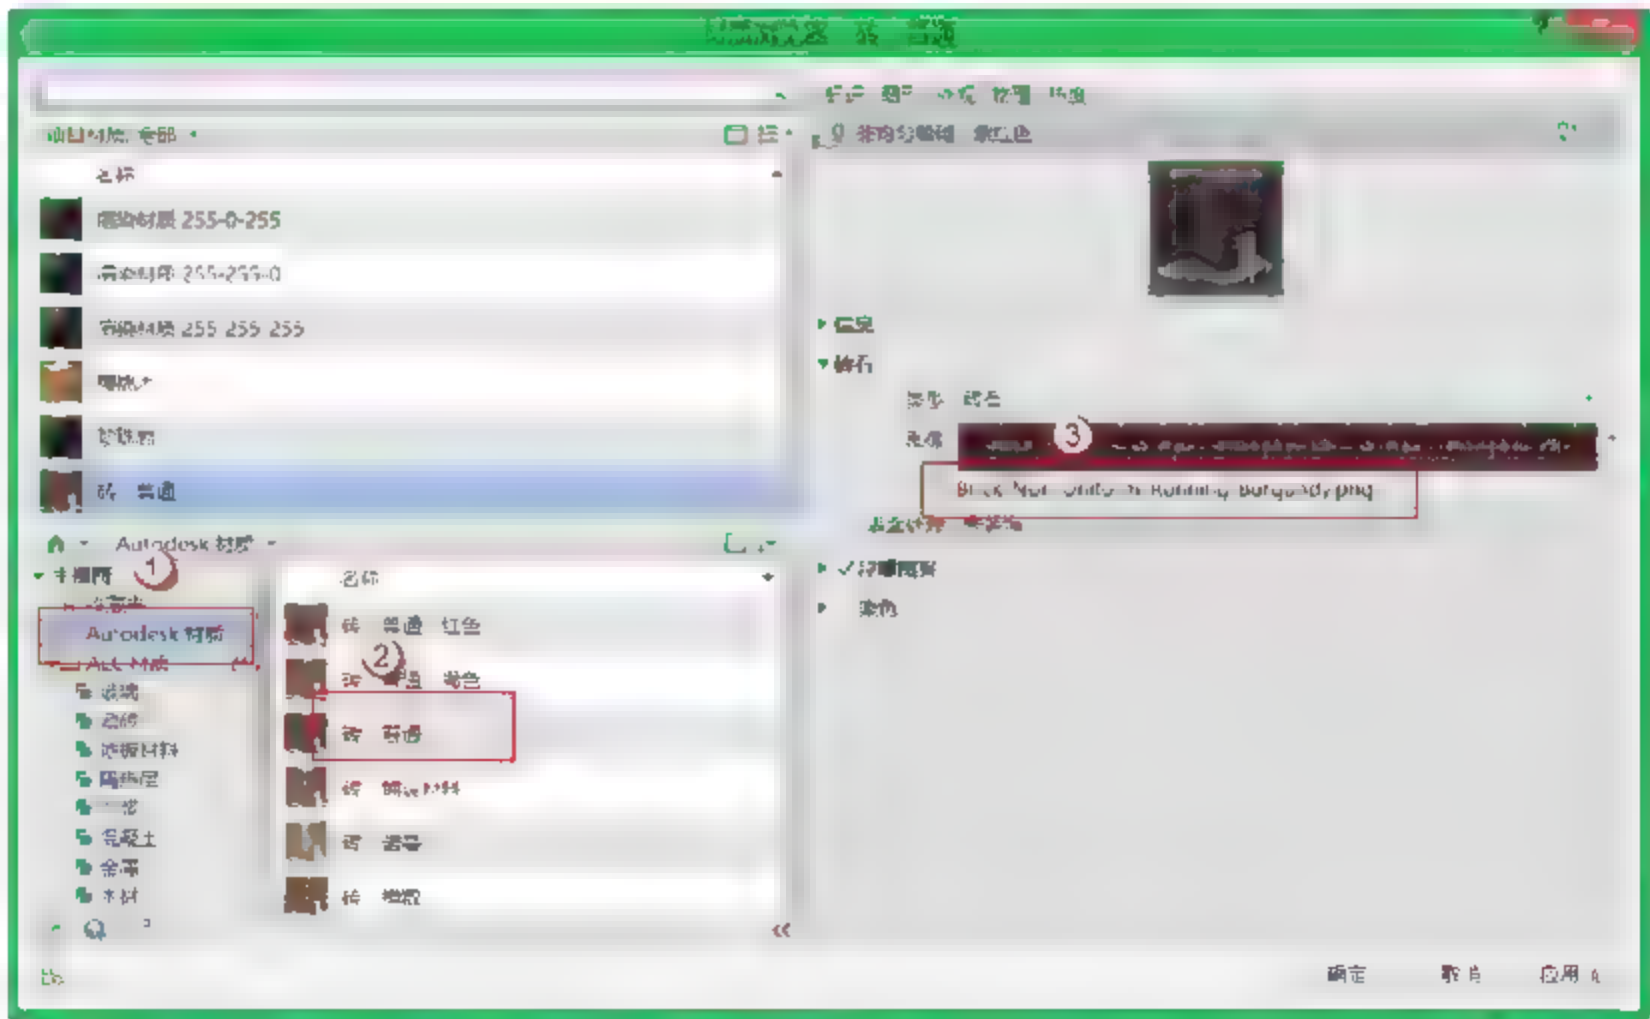

图 10.1.17 编辑“面层 1 [4]”材质
(6) 编辑“面层 1 [4]”材质。在“编辑部件”对话框中单击“面层 1 [4]”对应的“材质”单元格右上角的“浏览”按钮，在弹出的“材质浏览器”对话框中，选择“AEC 材质”→“砖石”→“砖，普通”选项，将其填充图案改为“对角线上 1.5mm”，然后选择“外观”标签，单击“砖石”参数下的“贴图位置”按钮，如图 10.1.17 所示，将图像贴图换为 Brick\_Non\_Uniform\_Running\_bump，如图 10.1.18 所示，选择“染色”命令，将其颜色改为：“红：221”，“绿：221”，“蓝：221”，如图 10.1.19 所示，单击“确定”按钮返回“材质浏览器”对话框，再单击“确定”按钮返回“编辑部件”对话框。然后在“编辑部件”对话框中将其对应的厚度改为“10mm”。